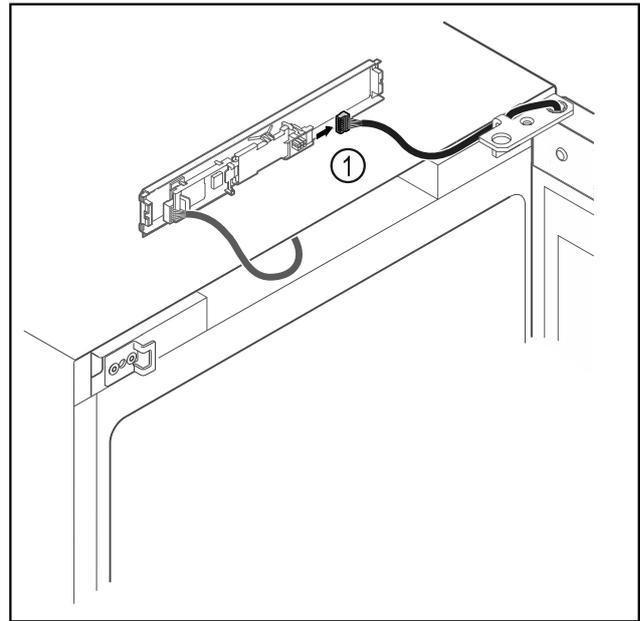

Fig. 16
- Scollegare il connettore Fig. 16 (1) dalla scheda.